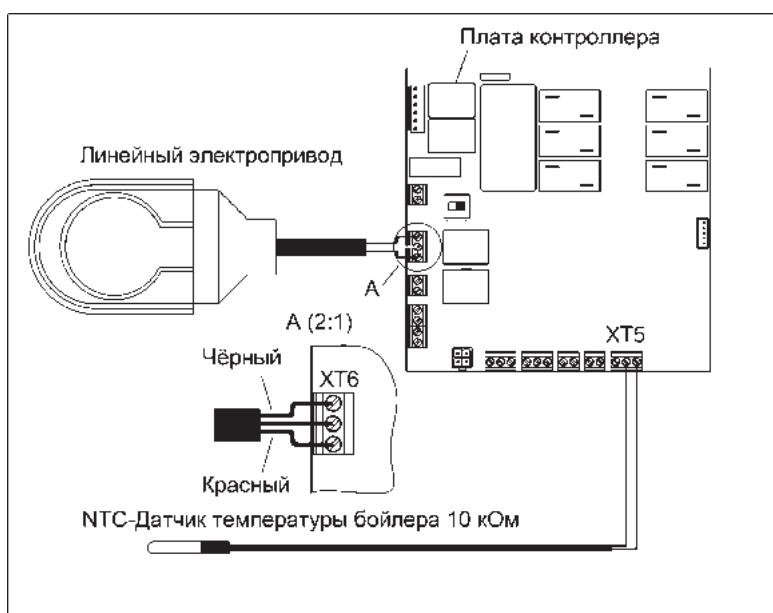

Рисунок 30.
- (1) Отключить автоматический выключатель **QF**.
- (2) Смонтировать переключатель фаз согласно рис. 30.
- (3) Подключить стабилизатор к сети.
- (4) Включить автоматический выключатель **QF**.
- (5) Убедиться в наличии фазы на верхнем контакте колодки **ХТ8** платы контроллера.
- (6) Перевести переключатель **S1** из правого положения в левое положение.